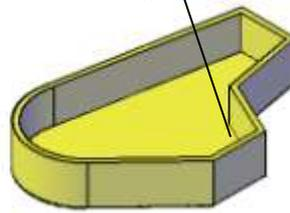

Рис. 40
- толщина стенок оболочки (рис. 40).